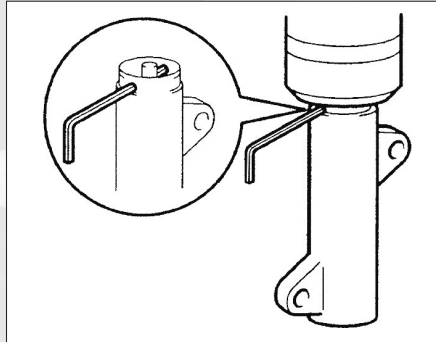

FIG. 25
- À l'aide d'une presse, enfoncer lentement la tige de poussée du tendeur jusqu'à aligner les orifices de la tige et du boîtier ; insérer un axe de Ø 1,27 mm (fig. 25) pour l'immobiliser dans cette position.